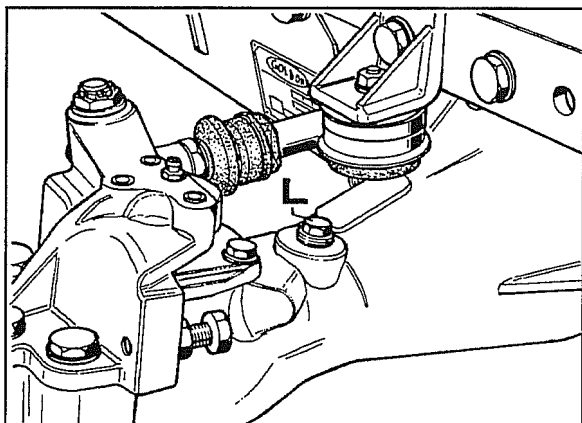
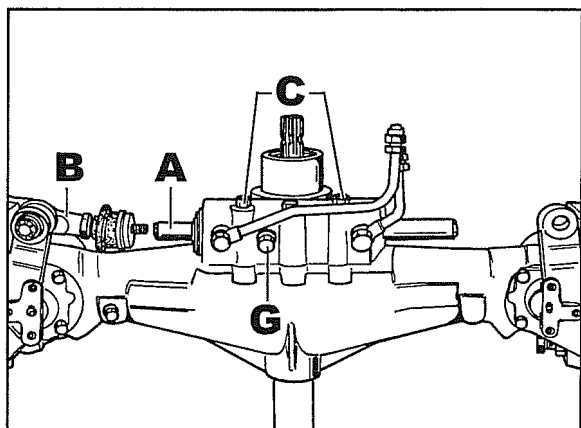

Fig. 68
Fig. 78
L'esistenza invece di una perdita sugli anelli interni tra cilindro e carter, causa un passaggio di olio che dal cilindro va a scaricarsi nel differenziale. Questo problema è riscontrabile quando dal tappo **L** fig. 68 rileviamo un innalzamento del livello olio. Se dovesse verificarsi il totale riempimento del differenziale, si avrà uno scarico dell'olio dal foro del tappo di sfiato **G** fig. 78.
12. Disporre l'assale come in fig. 78 servendosi di un banco o di apposito supporto.
13. Su un lato dell'assale scollegare lo stelo **A** dal giunto sferico **B** fig. 78, sull'altro lato togliere completamente il giunto sferico.
14. Togliere i due dadi **C** fig. 78 estraendo i relativi prigionieri per rendere libere le bocche a sede conica che trattengono il cilindro.
- I dadi **C** fig. 78 fissaggio cilindro, vanno serrati a 4 Kgm.